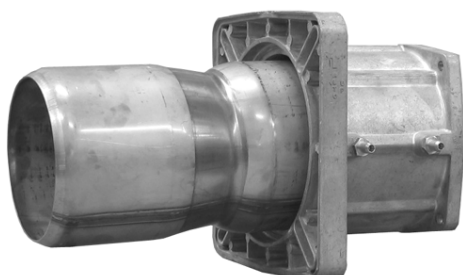
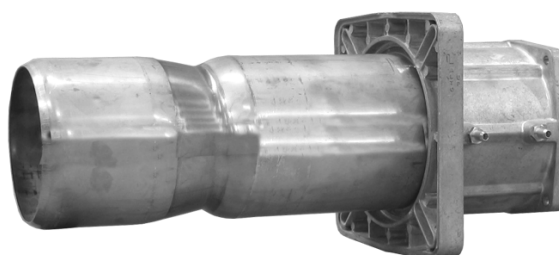

Fig. 12 - Tobera en versión corta
Fig. 13 - Tobera en versión larga
- 5 Extraer la tobera del botón embridado y volverla a montar por el lado opuesto, como se muestra en Fig. 12 y Fig. 13, fijándola con los tornillos extraídos anteriormente.